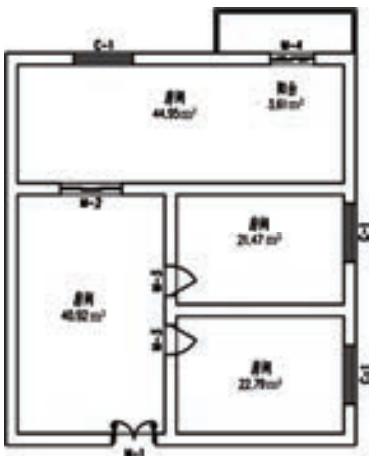

图 7-21 打开素材
- 1) 按〈Ctrl+O〉组合键，打开配套光盘提供的“第 7 章/7.1.5 套内面积.dwg”文件，如图 7-21 所示。